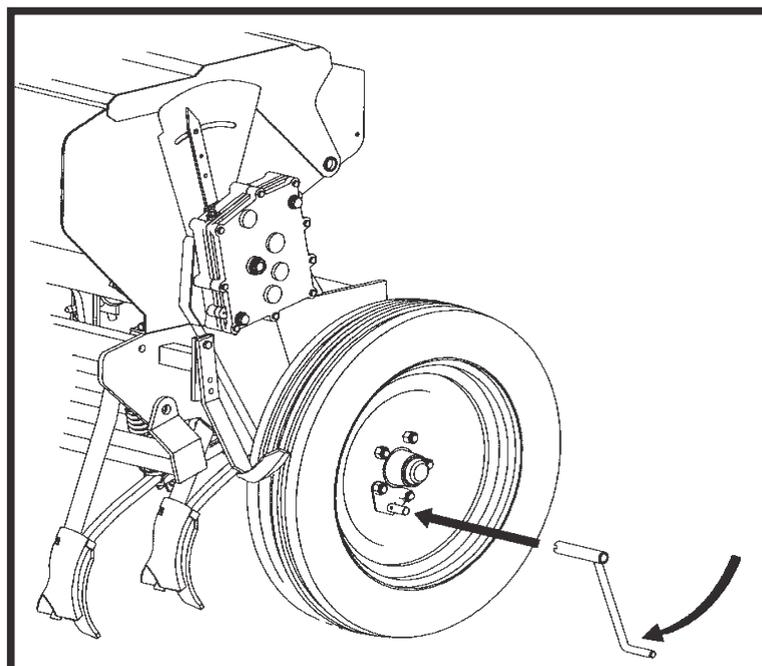

fig. 4
- 6) Avec la MANIVÈLE DE TOUR DE LA ROUE (fig. 4) on donne quelques tours à la ROUE MOTRICE (droite, en regardant la machine par arrière) dans le sens de la marche jusqu'à ce que tous les distributeurs sortent les semences.